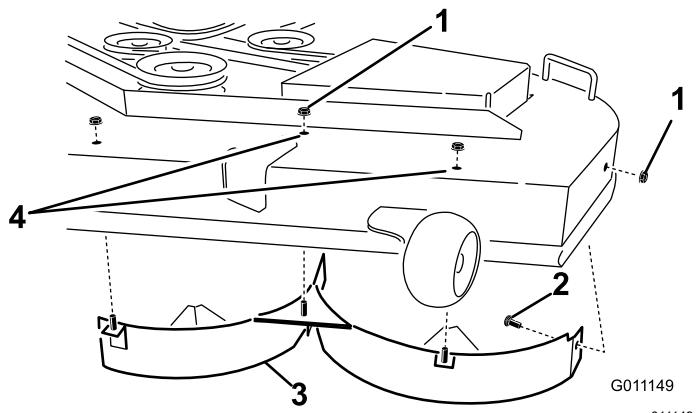

Figure 17
5. Sur la paroi latérale du plateau de coupe, retirez le boulon de carrosserie et le contre-écrou qui fixent le déflecteur gauche au plateau (Figure 17).
6. Déposez le déflecteur gauche du plateau de coupe (Figure 17).
7. Localisez les 2 boulons dans les pièces détachées et insérez-les, avec les contre-écrous existants, dans les trous du plateau de coupe (voir Figure 17) pour éviter la projection de débris.
4. Retirez les 3 contre-écrous (5/16") fixés aux montants soudés du déflecteur gauche au sommet du plateau de coupe, au centre, à gauche du centre et à gauche (Figure 17).